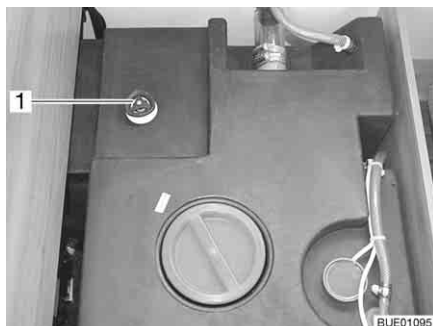

Fig. 208 Réservoir d'eau avec poignée tournante
- Faire tourner à fond dans le sens des aiguilles d'une montre la poignée tournante (Fig. 208,1) située sur le réservoir d'eau.
- Faire tourner la poignée tournante (Fig. 208,1) située sur le réservoir d'eau dans le sens inverse des aiguilles d'une montre jusqu'à ressentir une résistance. L'eau s'écoule, 60 litres restent.